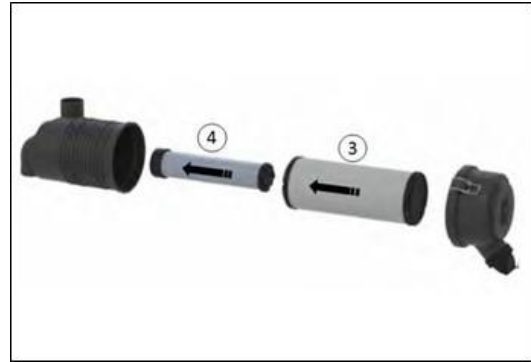

Abb. 165 – LUFTFILTER
4. Schieben Sie den neuen sekundären Filter (4) (Abb. 165) auf das Stützrohr.
5. Schieben Sie den Hauptfilter (3) (Abb. 165) vorsichtig mit der offenen Seite nach vorne in das Gehäuse.